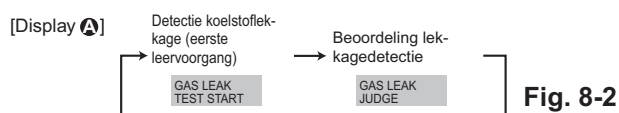

Fig. 8-2
- ② Druk op **CLOCK** en selecteer **[GAS LEAK TEST START]** (GASLEAK-KAGE TEST START). (Fig. 8-2)